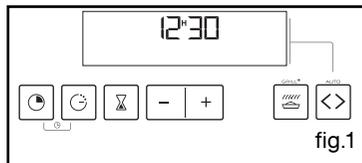

fig.1
L'affichage de la fin de cuisson pour indiquer que le réglage est alors possible (fig. 1).
– Le programmateur ne doit afficher que l'heure (fig.1).